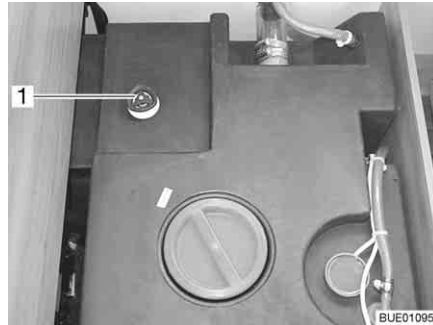

Fig. 156 Réservoir d'eau avec poignée tournante
- Faire tourner à fond dans le sens des aiguilles d'une montre la poignée tournante (Fig. 156,1) située sur le réservoir d'eau.
- Faire tourner la poignée tournante (Fig. 156,1) située sur le réservoir d'eau dans le sens inverse des aiguilles d'une montre jusqu'à ressentir une résistance. L'eau s'écoule, 50 litres restent.